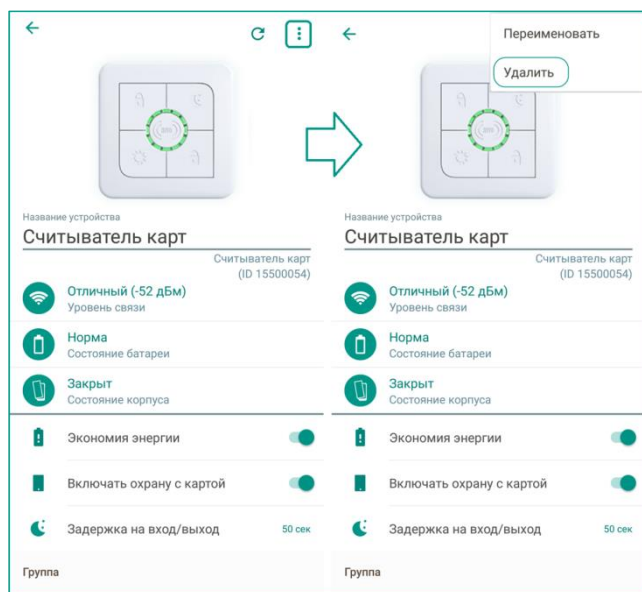

Рисунок 15.1 – Вызов меню на экране настройки пульта
- В приложении на экране настройки пульта (см. рисунок 15.1).